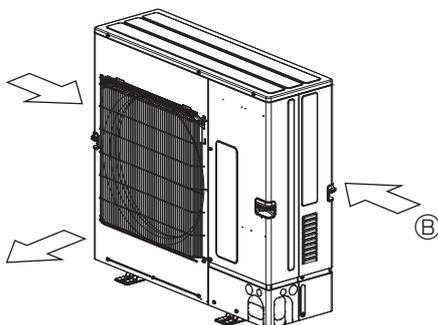

Fig. 2-6
- ③ Posicione a unidade de forma a que o ar seja libertado perpendicularmente à direcção do vento, se possível. (Fig. 2-6)